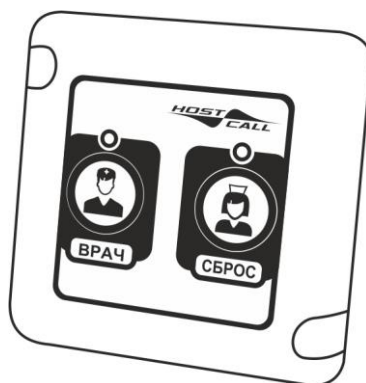

Рисунок 5.14. Радиокнопка присутствия/сброса и вызова врача МР-414W1
1. Радиокнопки присутствия/сброса и вызова врача, объединенные в общем настенном конструктиве радиокнопки присутствия/сброса и вызова врача МР-414W1 (рис.5.14).